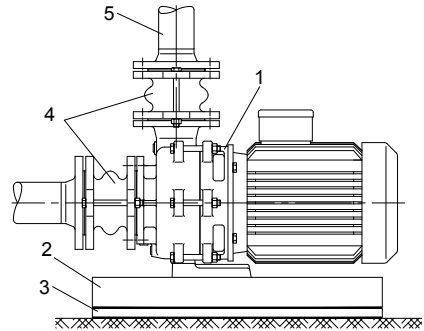

Abb. 4.6a Geräuschkämpfende Aufstellung
Eine Schallminderung kann durch Isolierung des Fundamentes (2) vom Fußboden mittels einer geeigneten Dämmplatte (3) und durch Einsatz von geeigneten Kompensatoren (4) zwischen Rohrleitung (5) und Pumpe (1) erreicht werden (Abb. 4.6a). Das Fundament (2) darf keine feste Verbindungen mit dem Boden oder den Wänden aufweisen.